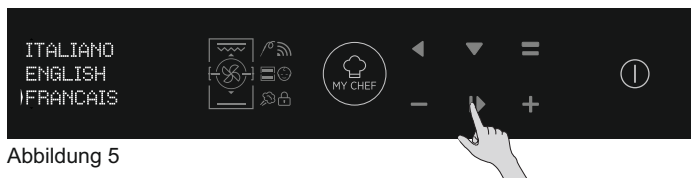

Abbildung 5
- Drücken Sie dann auf OK. (Abbildung 5)